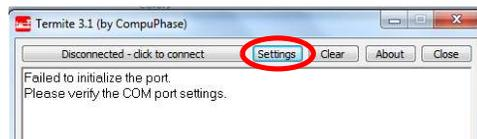

Figura 3
- 4- Ir a SETTINGS marcado en rojo en la Figura 3
- 5- Una vez en SETTINGS, presionando en Port se abrirá una ventana con todos los equipos disponibles para conectarse tal como muestra la Figura 3. De no saber cuál es su equipo observar qué puerto COM desaparece y aparece cuándo lo desconecta y vuelve a conectar.